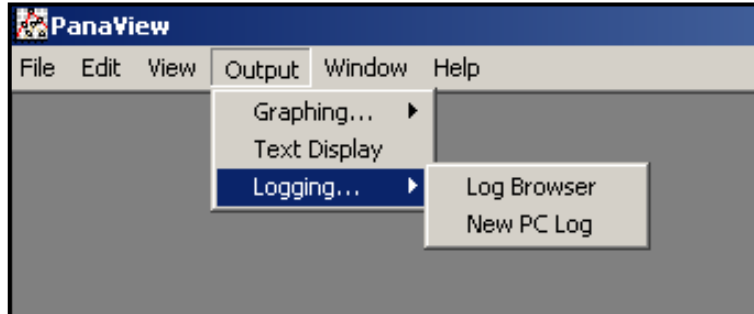
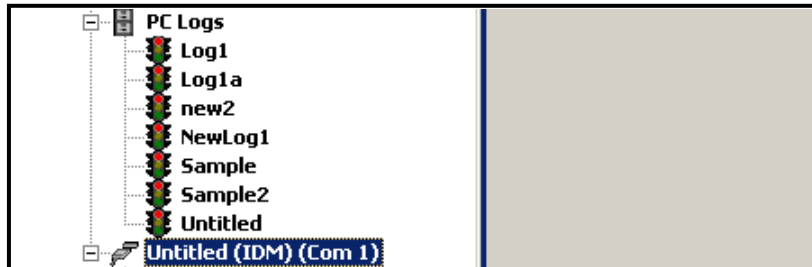
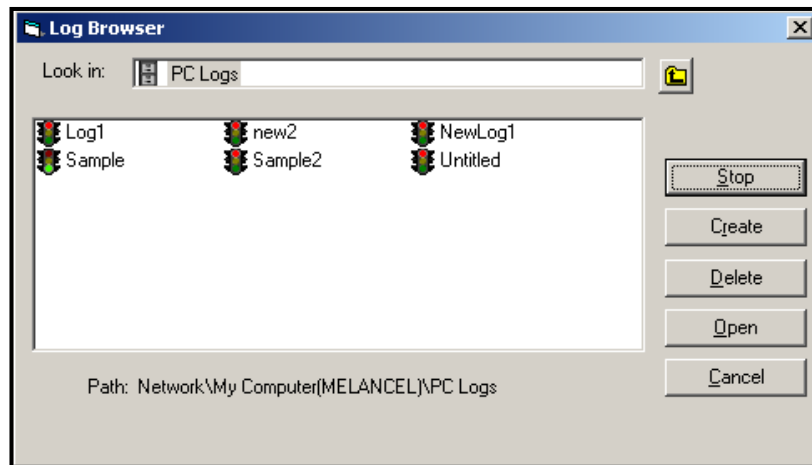

Figure 13: Sélections dans l'option de journalisation
Figure 22: L'option de journaux PC étendus
Figure 23: Sélection d'un fichier journal dans le navigateur de journaux
1. Ouvrez le menu Output (voir Figure 13) et cliquez sur l'option *Logging*.
- À partir du navigateur Nouveau compteur dans PanaView, développez l'arborescence du réseau et cliquez sur l'option Journaux PC . Si vous avez créé un ou plusieurs journaux, l'arborescence ressemblera à la Figure 22. Double-cliquez sur le nom du journal pour ouvrir le journal, ou
- Déroulez le menu Output (voir Figure 13 à la page 6) et cliquez sur l' option Log Browser . Passez à la boîte de dialogue Journaux PC comme décrit dans les sections précédentes. Un écran similaire à celui illustré à la Figure 23 s'affiche.
Notez que chacun des fichiers journaux de la Figure 22 et de la Figure 23 a une icône de feu de circulation à côté de son nom. Ces icônes indiquent l'état actuel du journal comme suit :